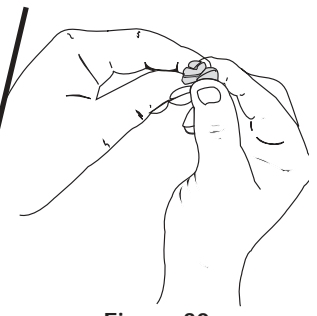

Figure 30
5. Apriete el filtro para esparcir y retirar el exceso de aceite (Fig. 30).